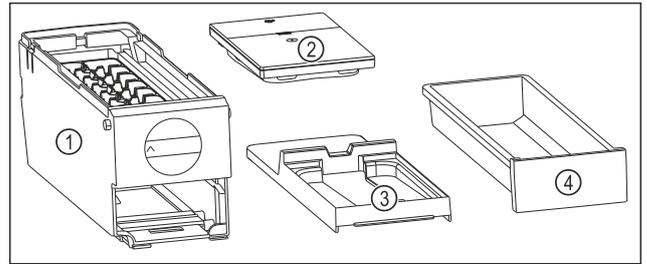

Fig. 114 Composants de l'EasyTwist-Ice
- ▷ L'EasyTwist-Ice est démonté en quatre parties. (voir Fig. 114)
- ▶ Ne démonter l'EasyTwist-Ice que de la manière illustrée. (voir Fig. 114)
- ▶ Nettoyer le corps de l'EasyTwist-Ice Fig. 114 (1) dans son ensemble.